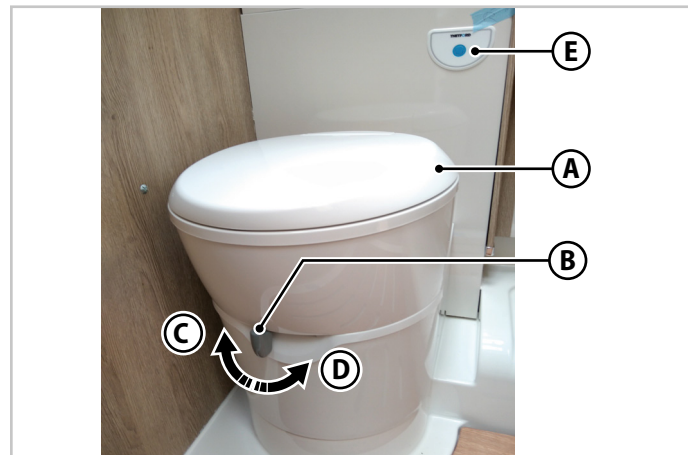

Fig.6.37 - Descarga da sanita
A parte superior da sanita (**A** - Fig.6.37) pode rodar para a direita ou para a esquerda para uma utilização ideal dos espaços.
1. Mover a alavanca (**B** - Fig.6.37) para a posição (**C** - Fig.6.37) de abertura da porta de descarga.
2. Manter premido o botão (**E** - Fig.6.37) de descarga durante o tempo necessário.
3. Fechar a porta de descarga deslocando a alavanca para a posição (**D** - Fig.6.37).
1. Verificar se a portinhola de descarga da sanita está fechada: a alavanca (**B** - Fig.6.37) deve estar na posição (**D** - Fig.6.37).